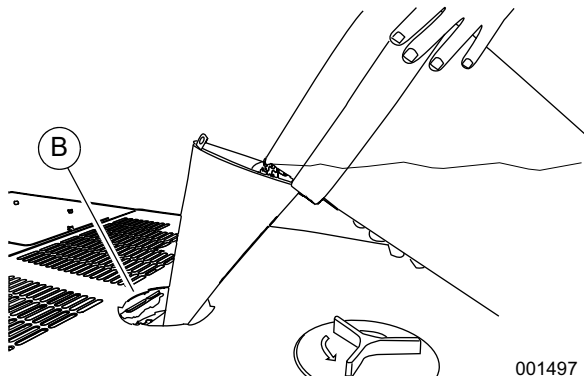

Figura 5-15. Llenado del sistema de refrigerante
14. Consulte la **Figura 5-15**. Inserte el embudo en el cuello de llenado del radiador (B). Consulte **Drenaje y enjuague del sistema de refrigerante**.